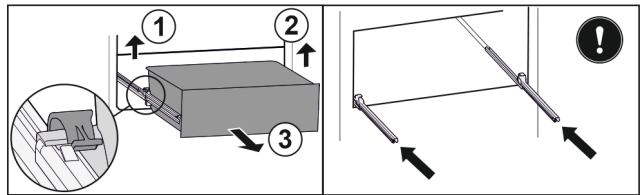

Fig. 113
- ▶ Приподнимите левый зажим и одновременно вытяните движением вперед выдвижной ящик слева. *Fig. 113 (1)*
- ▶ Приподнимите правый зажим и одновременно вытяните движением вперед выдвижной ящик справа. *Fig. 113 (2)*
- ▶ Извлеките выдвижной ящик движением вперед. *Fig. 113 (3)*